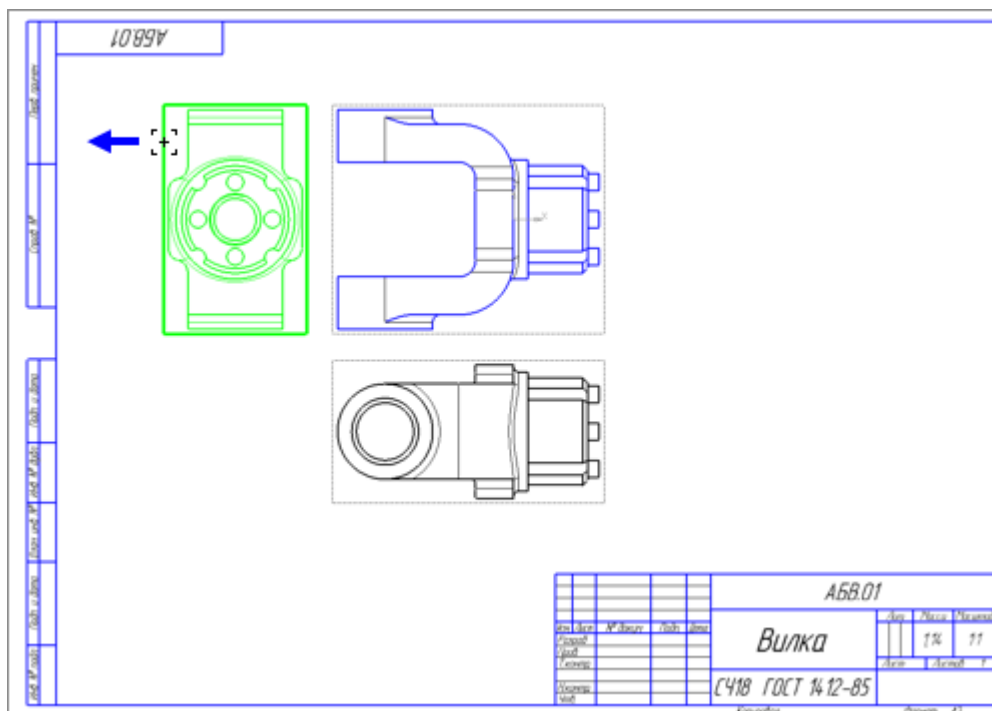

Рисунок 13.
- Нажмите левую клавишу мыши и, не отпуская клавишу, перетяните вид влево на свободное место. Так как виды находятся в проекционной связи, этот вид можно перемещать только в горизонтальном направлении (рис. 13).